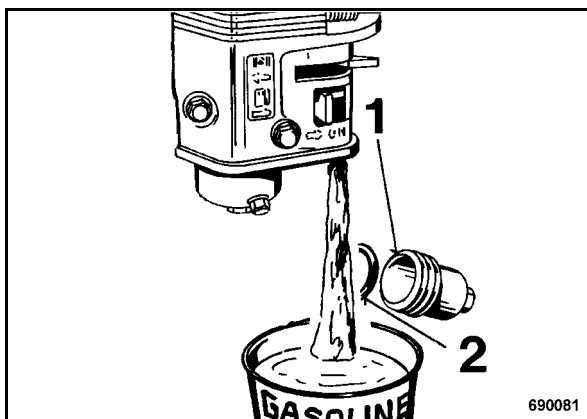

рис. 52
- Отвинтить фильтр осадка на дне бака (1) (рис. 52) и слить бензин.
- Проверить уплотнительное кольцо (2) на предмет трещин; заменить поврежденное уплотнение на новое.
- Плотно ввинтить фильтр осадка на дне бака с уплотнительным кольцом (2).